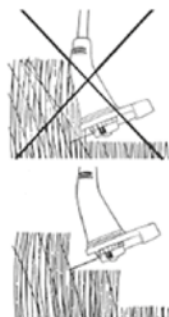

Abb. 10
2. Hohes Gras sollte in Stufen geschnitten werden. Beginnen Sie immer von oben. Schneiden Sie kein feuchtes oder nasses Gras; überlasten Sie Ihre Maschine nicht. (Abb. 10)